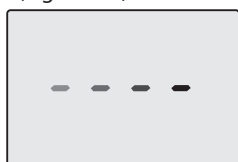
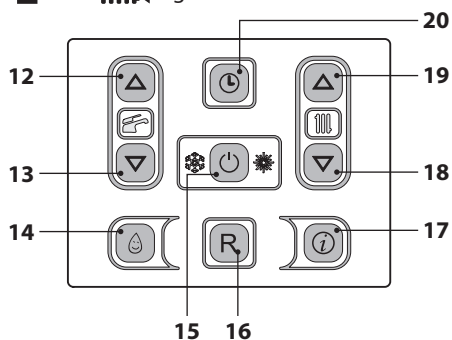

Figura 6.5
Figura 6.6
- Alimentare elettricamente la caldaia azionando l'interruttore bipolare previsto in installazione Il display LCD visualizza il simbolo  (Figura 6.5).
- Tenere premuto per 2 secondi il tasto 15 fino a far apparire sul display entrambe i simboli  e . Figura 6.6.
- Spegnerne la caldaia tenendo premuto per 2 secondi il tasto 15 (Figura 6.6) fino a far apparire sul display LCD il simbolo **---** (Figura 6.5).